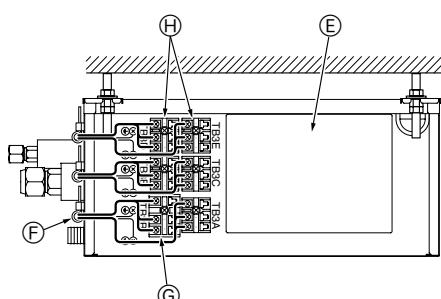

Fig. 9-3
4. Στερεώστε κάθε καλώδιο στη θέση του με ένα σφιγκτήρα καλωδίων. (Fig. 9-3)
5. Συνδέστε σταθερά κάθε καλώδιο στον κατάλληλο πίνακα ακροδεκτών. (Fig. 9-3)